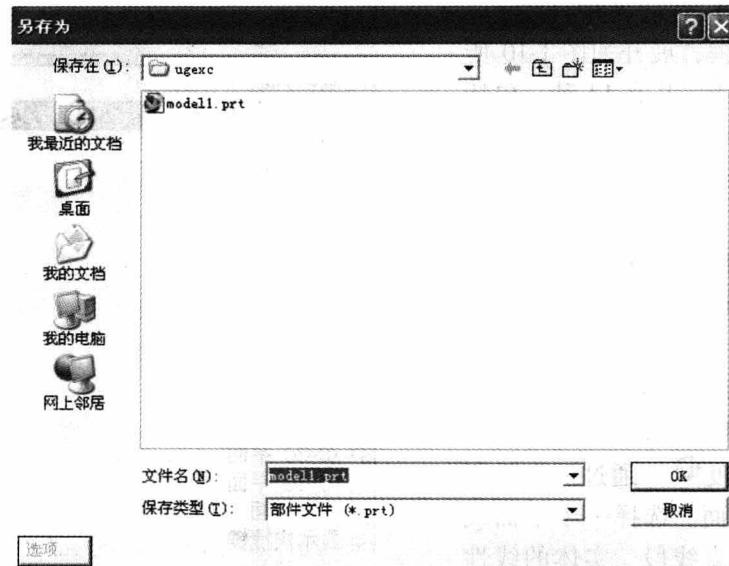

图 1-6 【另存为】对话框
- 2) 执行【文件】|【另存为】菜单命令，弹出【另存为】对话框，如图 1-6 所示。可将正在操作的工作部件换名保存在另一文件目录下。